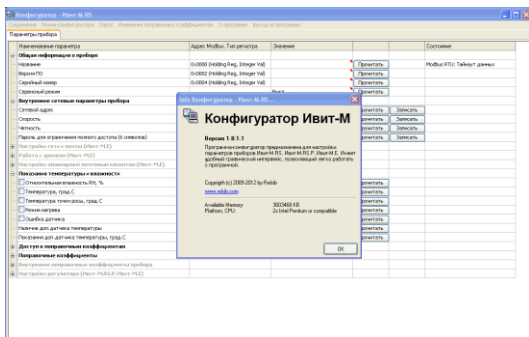

Рисунок 2
2. Для конфигурирования настроек служит ПО «ИВИТ–М» (config–ivit.exe), версия 1.8.1.1 (рисунок 2).
Меню «Соединение» – возвращает в окно (см. рисунок 2) для соединения с другим прибором.